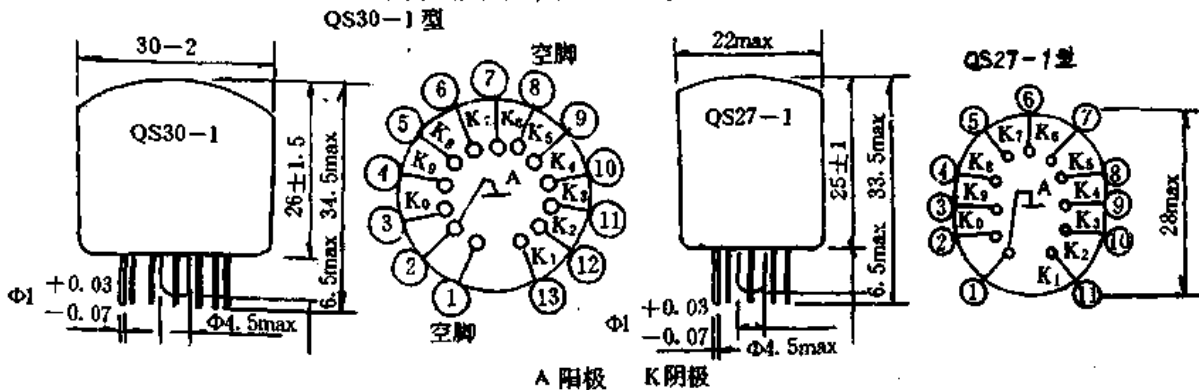

图 32-1
② QS 系列管脚序号识别：将管脚向上，面对管针缺口处(缺口朝下)，从缺口数起，按顺时针方向计数。管脚排列图中，字母 A 表示阳极，字母 K 表示阴极。除能显示 0~9 数字外，还有各种符号显示的内容，如计算符号：+、-、×、÷；字母单位：pE、mV、kC、mH 等 60 余种。
③ QS 系列外形和管脚接线图(见图 32-1)。